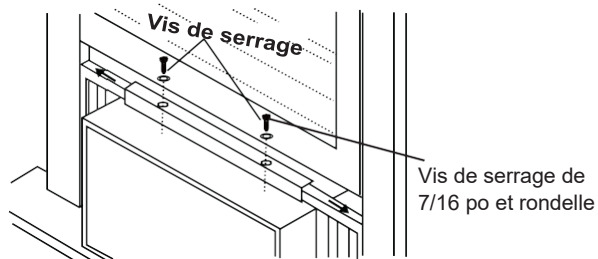

Fig. 17
- Déployez les panneaux sur toute l'ouverture de la fenêtre. Serrez les vis de serrage sur la partie supérieure (Fig. 17).